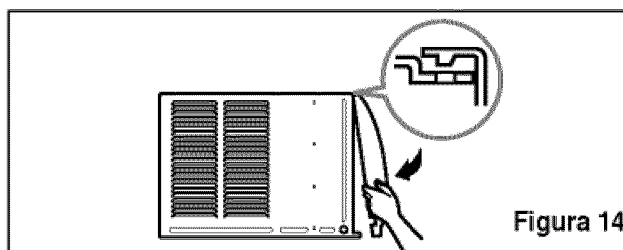

Figura 14
2. Pegue el panel frontal a la caja insertando los fijadores en el panel adentro los del panel de la caja. (Ver Figura 14)